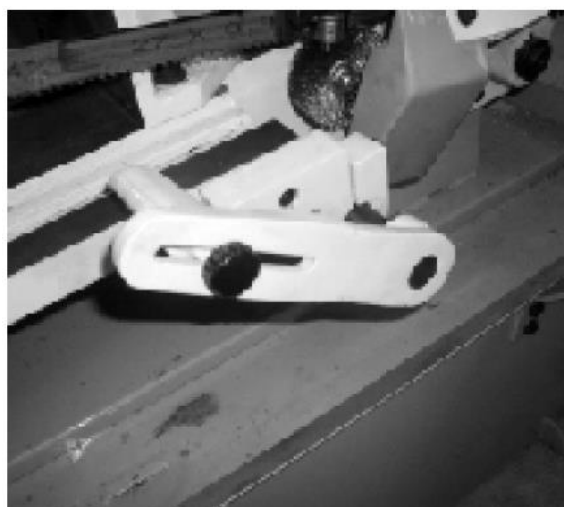

Рис. 17
Как правило, ограничитель выдвижения заготовки используется во время резания более одной заготовки одинаковой длины. Следует установить ограничитель (А) на нужное расстояние от режущего полотна (рис. 17). Можно выполнить переустановку ограничителя, ослабив стопорный винт (В) и выполнив соответствующее перемещение штока (С) (внутрь или наружу). Затянуть стопорный винт (В). Для точной регулировки ограничителя необходимо ослабить гайку (D) и повернуть стопорный винт (А). Для того чтобы сдвинуть ограничитель (А), следует ослабить установочный винт (Е) и переместить рычаг (F) в нижнее положение.